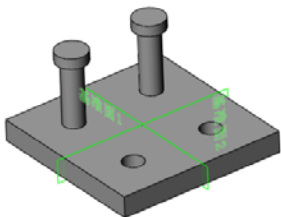
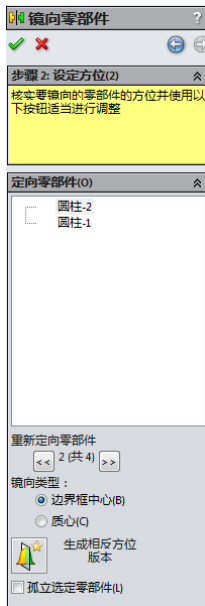

图 7-58 镜像后的图形
图 7-59 “镜像零部件”属性管理器
**11** 确认镜像的零件。单击属性管理器中的“确定”图标按钮，零件镜像完毕，结果如图 7-58 所示。
**13** 设置属性管理器。在“镜像基准面”一栏中，选择如图 7-58 所示中的基准面 2；在“要镜像的零部件”一栏中，选择如图 7-58 所示中的两个圆柱。单击属性管理器中的“往下”图标按钮，此时属性管理器如图 7-59 所示。